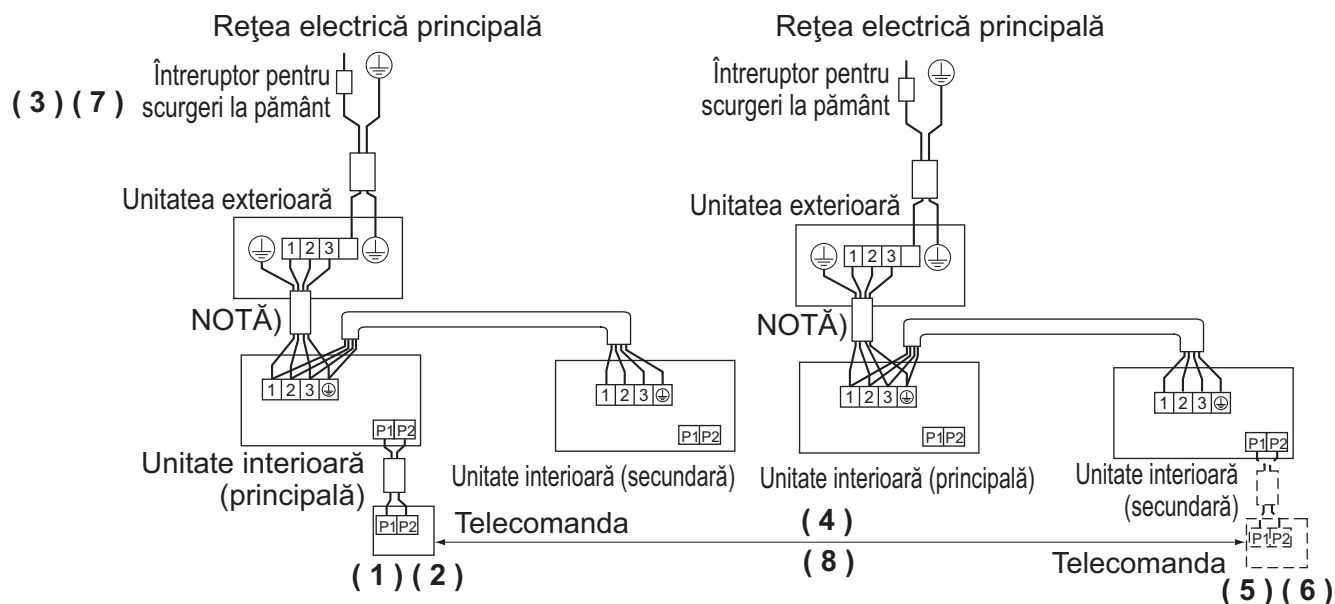

Fig. 31
- Efectuați următorul procedeu când setați unitatea principală și secundară separat. (**Consultați Fig. 31**)
- (1) Schimbați AL DOILEA NR. DE COD la "02", configurare individuală, astfel încât unitatea secundară să poată fi configurată individual. (**Consultați Tabelul 10**)